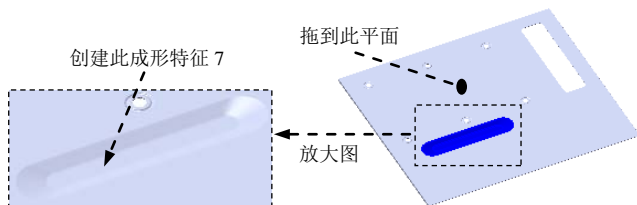
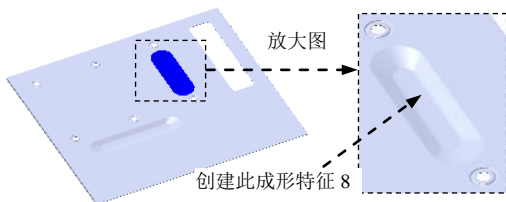
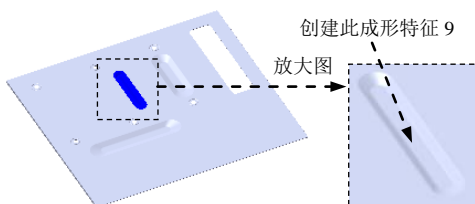

图 17.10.73 创建成形特征 7
图 17.10.75 创建成形特征 8
图 17.10.77 创建成形特征 9
Step19. 创建图 17.10.73 所示的成形特征 7。
(1) 单击任务窗格中的“设计库”按钮, 打开“设计库”对话框。
(2) 单击“设计库”对话框中的 ch17 节点, 在设计库下部的列表框中选择“case_shaped_tool_06”文件并拖动到图 17.10.73 所示的平面, 在系统弹出的“成形工具特征”对话框中单击 按钮。
Step20. 创建图 17.10.75 所示的成形特征 8。
(2) 单击“设计库”对话框中的 ch17 节点, 在设计库下部的列表框中选择“case_shaped_tool_07”文件并拖动到图 17.10.73 所示的平面, 在系统弹出的“成形工具特
Step21. 创建图 17.10.77 所示的成形特征 9。
(1) 单击任务窗格中的“设计库”按钮，打开设计库对话框。
(2) 单击“设计库”对话框中的 ch17 节点，在设计库下部的列表框中选择“case_shaped_tool_08”文件并拖动到图 17.10.73 所示的平面，在系统弹出的“成形工具特征”对话框中单击 按钮。